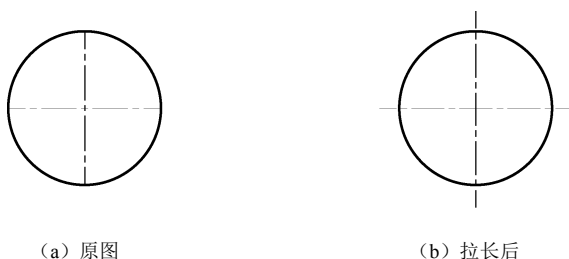

图 3-84 拉长圆的中心线
(1) 指定增量拉长或缩短对象。此方式通过输入长度增量拉长或缩短对象; 也可以通过输入角度增量拉长或缩短对象。输入正值为拉长, 输入负值则为缩短。
**例 3-12** 利用“拉长”命令以指定增量方式拉长如图 3-84(a) 所示的圆的中心线, 长度为 3, 拉长后结果如图 3-84(b) 所示。